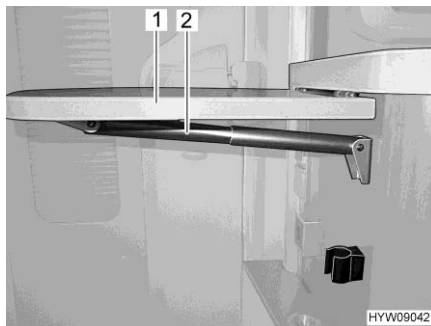

Fig. 84 Tavolo ribaltabile su bancone
- Afferrare in basso il tavolo ribaltabile su bancone (Fig. 84,1) e tirandolo leggermente estrarlo dall'incastro.
- Orientare il piano del tavolo verso l'alto, fino all'aggancio dell'elemento di fissaggio del supporto telescopico (Fig. 84,2). Rilasciare il piano del tavolo.